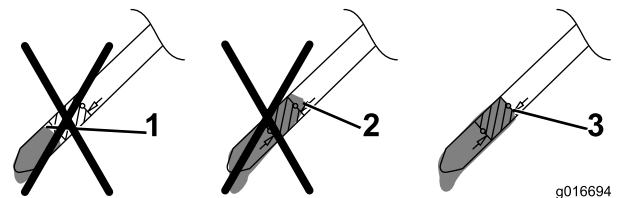

Figura 33
11. Retire la varilla y compruebe el nivel de aceite en la misma; consulte Figura 33.
- Si el nivel de aceite es demasiado bajo, añada una pequeña cantidad de aceite **lentamente** por el tubo de llenado y repita los pasos 9 a 11 hasta que el nivel del aceite sea correcto, según se muestra en Figura 33.